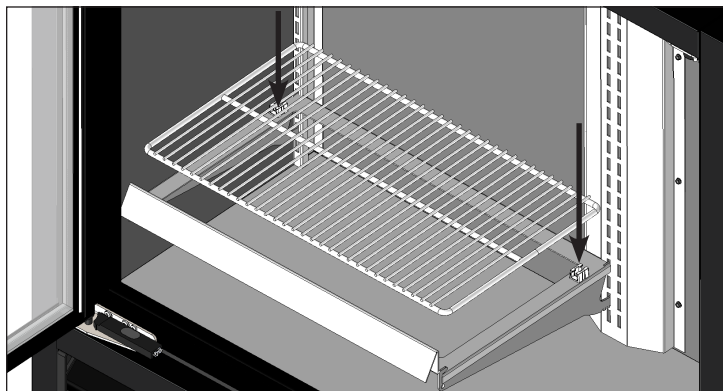

Fig. 8. Clipsez la clayette dans les clips.
4. Clipsez la clayette dans les clips du support d'étagère. Voir fig. 8 et 9.